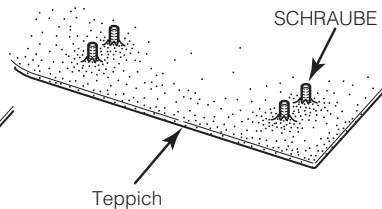

Abb. 12
- 5.** Schieben Sie die Befestigungsschrauben durch den Teppich. (Abb. 12)